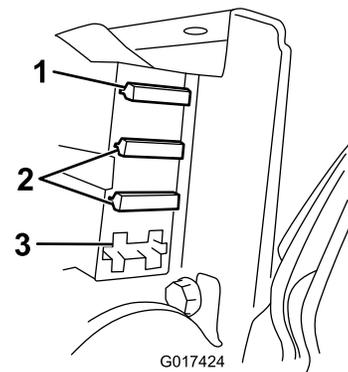

Рисунок 36
3. Проверьте предохранители, установленные в блоке предохранителей (Рисунок 36).
4. Если какой-либо из предохранителей перегорел, замените его на предохранитель с соответствующим напряжением и силой тока (Рисунок 36).